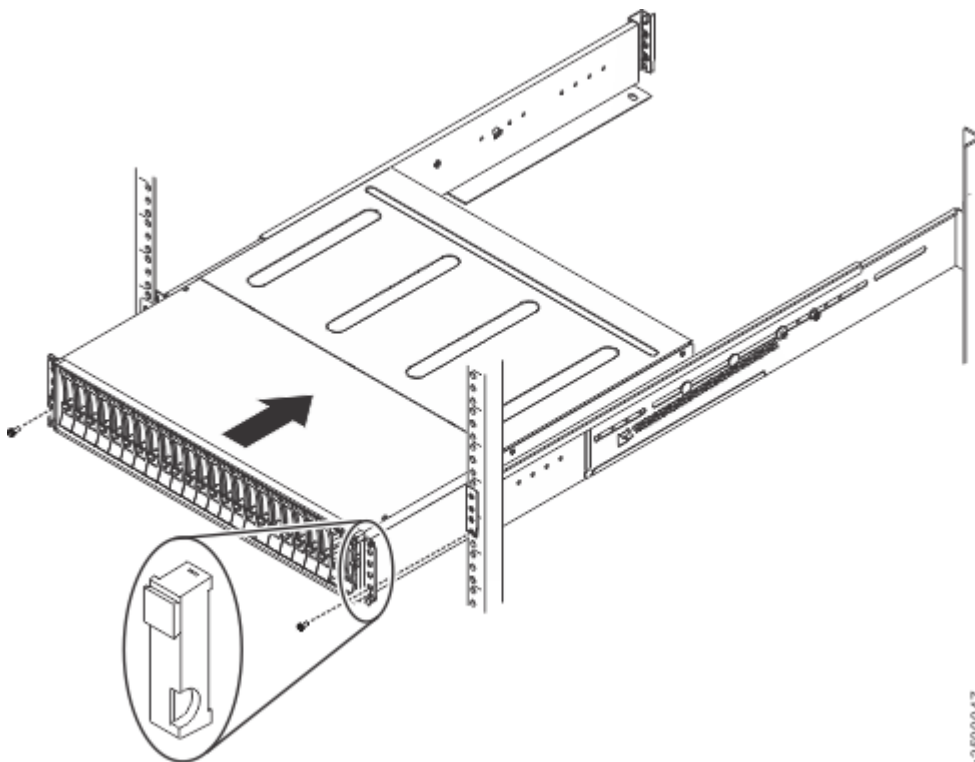

Рисунок 41. Вставка корпуса в стойку
3. Осторожно задвиньте корпус в стойку по направляющим, пока он не будет вставлен в нее полностью (см. Рисунок 41 на стр. 36).
Обратитесь к разделу Рисунок 41 на стр. 36. На левой заглушке находятся окошки индикаторов, которые расположены на уровне со светодиодами состояния на ребре корпуса.